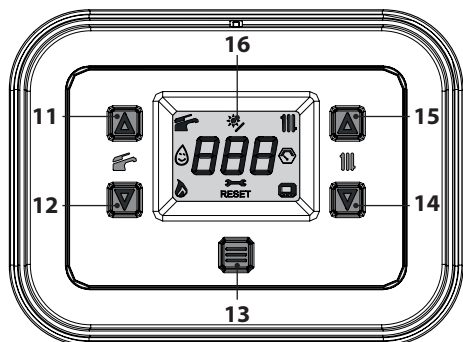
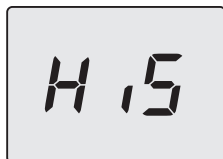

Figura 5.19
Figura 5.20
- Entrare in "modalità programmazione" premendo contemporaneamente per 5 secondi i tasti 12 e 14 (Figura 5.19) fino a far apparire sul display LCD le lettere **HiS** che indicano il menu "Storico delle caldaie" (Figura 5.20).
- Premendo contemporaneamente i tasti 12 e 14 (Figura 5.19) si esce senza modificare il valore (ritorno al livello precedente).
- tenere premuti contemporaneamente i tasti 12 e 14 per 5 sec. (Figura 5.19) (ritorno al livello precedente).